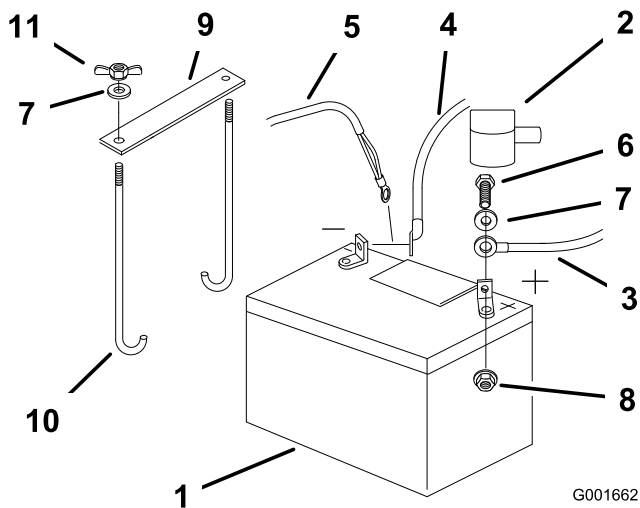

Figure 35
4. Commencez par débrancher le câble négatif et le câble de masse de la borne négative (-) de la batterie (Figure 35).
5. Ôtez le capuchon rouge de la borne positive (rouge) de la batterie. Débranchez ensuite le câble positif (rouge) de la batterie (Figure 35).
6. Retirez les deux écrous à oreilles (1/4 inch) de fixation de la barrette de maintien de la batterie (Figure 35).
1. Placez la batterie dans son support en tournant les bornes vers le moteur (Figure 35).
4. Fixez les câbles avec 2 boulons (1/4 x 3/4 po), 2 rondelles (1/4 inch) et 2 contre-écrous (1/4 inch) (Figure 35).
6. Fixez la batterie en position avec des boulons en J, une barrette de maintien et 2 rondelles (1/4 inch), ainsi que 2 écrous à oreilles ((1/4 inch)) (Figure 35).